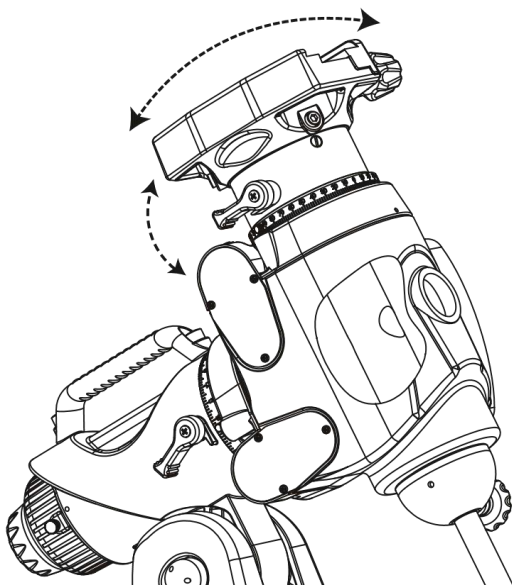
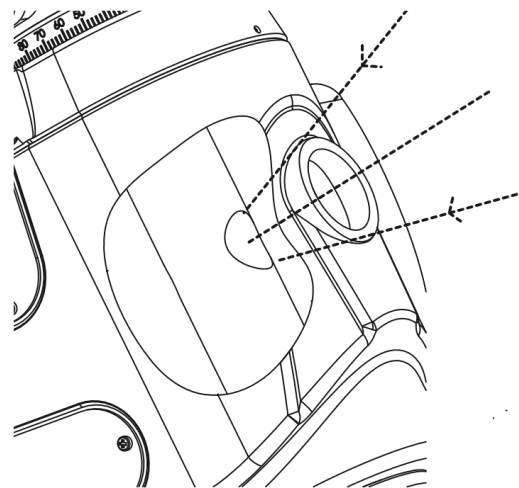

Abb. 3.1a
Abb. 3.1b
3. Entfernen Sie die polare Endkappe von der Montierung, lockern Sie die Feststellschraube und drehen Sie die Dez.-Achse, damit sich das Loch auf der Dez.-Welle für den Polsucher vollständig öffnet. Anschließend die Dec. Achse wieder feststellen. (Abb. 3.1a und Abb. 3.1b)